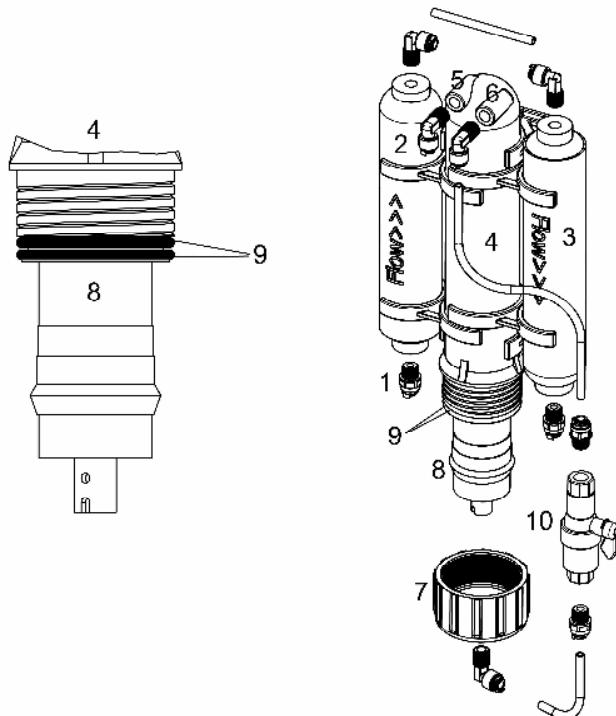

Рис. 1:
Подключения располагаются следующим образом (см. рис.1):
Открутите завинчивающуюся крышку корпуса модуля обратного осмоса (рис. 1, №. 4). Достаньте мембрану из пластиковой упаковки и вставьте ее в корпус модуля. Следите за тем, чтобы мембрана была установлена в направлении потока воды (рис. 2, №. 2), не забывайте про оба уплотнительных кольца (рис. 2, №. 1). Мембрану нужно вставлять до того момента, пока уплотнительные кольца будут на нужном месте вверху модуля и уплотнение для вывода чистой воды будет плотно сидеть (рис. 2, №. 3). Проложите уплотнительное кольцо (рис. 1, №. 9) перед тем как закрыть корпус модуля обратного осмоса.
- **Обратная промывка:** для промывки мембранные нужно открыть сливной клапан (рис. 1, №. 11), при этом вода со всей скоростью протечет через модуль и смоеет большую часть загрязнений и отложений.